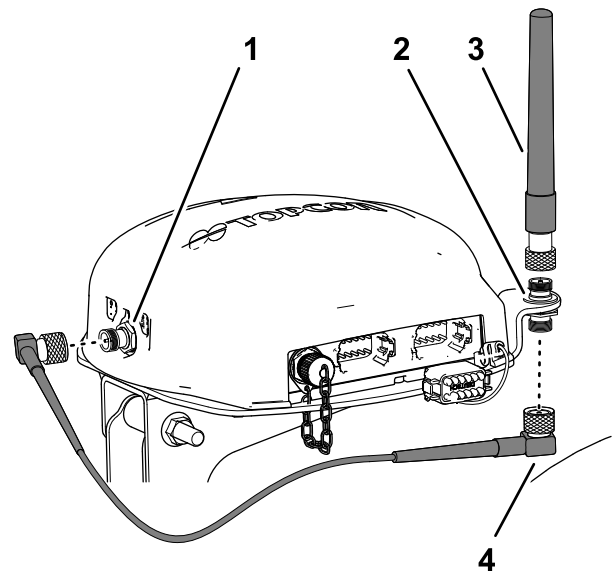

Figura 160
- Montate l'antenna RTK sul raccordo superiore dell'accoppiatore coassiale e serrate il dado zigrinato dell'antenna manualmente (Figura 160).
- Montate senza serrarlo il cavo dell'antenna al raccordo inferiore dell'accoppiatore coassiale (Figura 160).
coassiale del modem cellulare CDMA o GSM (Figura 160).
6. Montate il cavo dell'antenna sul connettore coassiale del modem cellulare CDMA o GSM (Figura 160) (Figura 151).